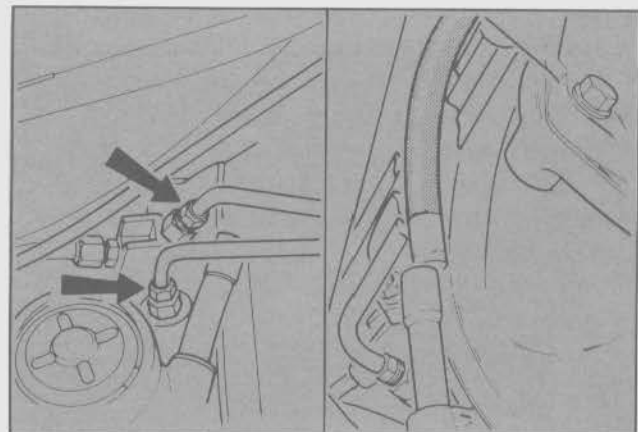

Fig. 31 - Montaje de las tuberías de aceite y del tubo de la varilla medidora
- Inspeccionar, limpiar y montar los tubos de aceite que unen la transmisión con el enfriador del fluido. Apretar los niples y abrazaderas de sujeción (Fig. 31).